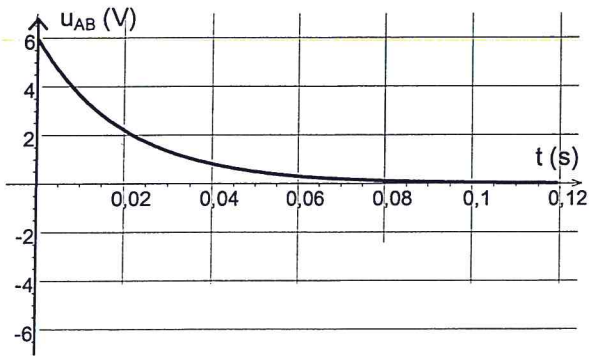

**Figure 4**
1.4. L'enregistrement informatique de la courbe de charge du condensateur est donné en **annexe figure 4 page 10**.
1.4.1. En utilisant la **figure 4 en annexe page 10**, déterminer la valeur de  $\tau$  par la méthode de votre choix.